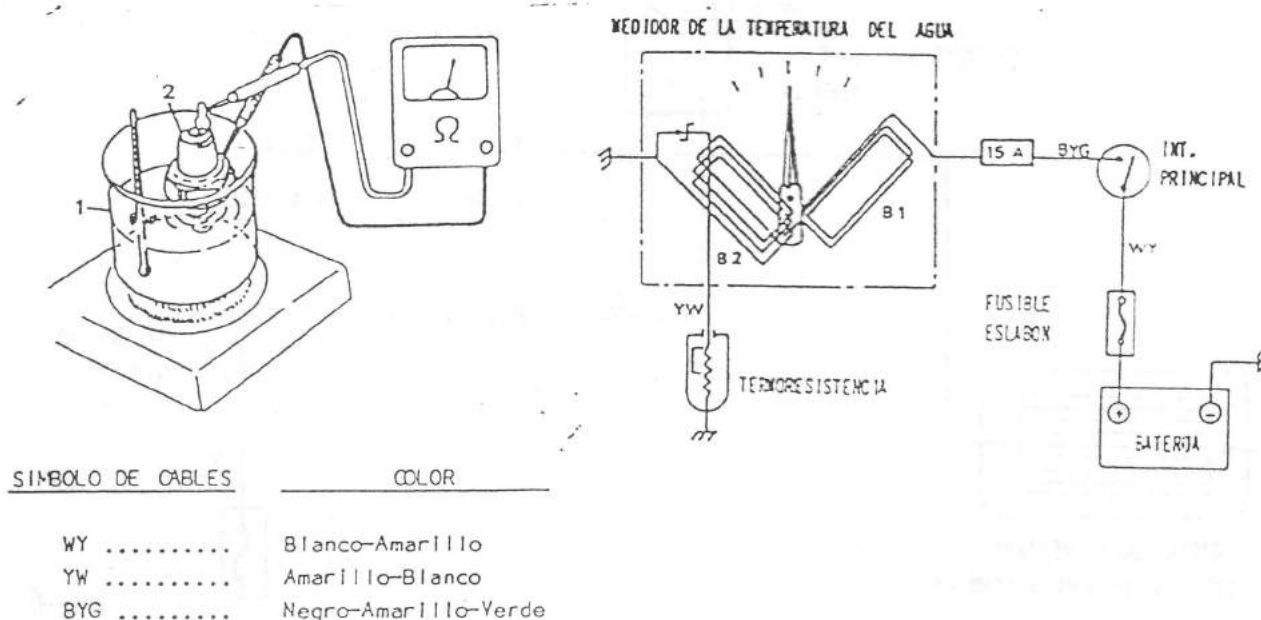

Fig. 21-14
Caliente agua, Introduzca la unidad (2) en el recipiente (1), (Fig. 21-14) y haciendo uso de un medidor de resistencia compruebe que la lectura cambia según su temperatura.